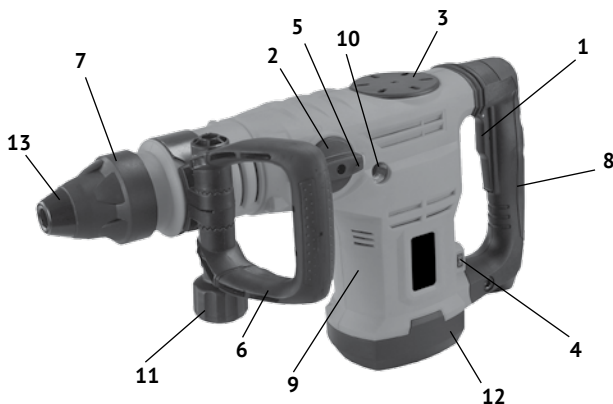

рис. 1
1.3 Основные узлы молотка (двигатель, редуктор и ударный механизм) расположены в пластиковом корпусе (рис.1 поз.9).
Крутящий момент с якоря электродвигателя, расположенного вертикально, через систему шестерён, передаётся на кривошипно-шатунный механизм. Кривошипно-шатунный механизм приводит в действие ударный узел молотка, и энергия удара передаётся на патрон. В зависимости от вида выполняемой работы, в патрон SDS – мах вставляется необходимая насадка (пика, долото) с соответствующим хвостовиком. Дополнительная рукоятка передняя (рис.1 поз.6) хомутом крепится на передней, цилиндрической части корпуса. Фиксируется рукоятка гайкой (рис.1 поз.11), в любом положении (от 0° до 360°), что удобно пользователю, как «правше», так и «левше».
1.4 Клавиша выключателя (рис.1 поз.1) расположена в передней части рукоятки (рис.1 поз.8), крепящейся к корпусу молотка (рис.1 поз.9) При необходимости, к корпусу молотка можно прикрутить боковую рукоятку (рис.1 поз.10), справа или слева.
Сверху, на корпусе молотка расположено окно смазки редуктора, закрытое крышкой (рис.1 поз.3). Перед каждым использованием инструмента, ключом (входит в комплект поставки) отвернуть крышку, проверить наличие смазки на кривошипно-шатунном механизме, при необходимости добавить из ёмкости, входящей в комплект.
Слева на корпусе редуктора молотка расположен переключатель режимов работы (рис.1 поз.2). Он фиксируется в одном из двух положений, отмеченных символами: «молоток» - долбление (без вращения) и «кружок» - стопор ствола. Нажав фиксатор (рис.1 поз.5) в торце ручки переключателя, поворотом ручки со стрелкой, совместить с нужным символом. Достигнув нужного положения, фиксатор возвращается в исходное положение, закрепляя ручку в выбранном положении.
В нижней части корпуса, со стороны рукоятки, расположен диск регулятора оборотов двигателя (рис.1 поз.4). Он регулирует скорость вращения якоря двигателя и частоту ударов рабочего инструмента.
Общий вид молотка представлен на рис. 1
При замене рабочих насадок следите за тем, чтобы колпачок (рис.1 поз.13), защищающий патрон от попадания пыли, не был повреждён.
- вращением гайки-фиксатора, ослабить хомут передней рукоятки (рис.1 поз.6);
- установить хомут на цилиндрическую часть корпуса молотка перед патроном (рис.1 поз.9);
Боковая дополнительная рукоятка, при необходимости, прикручивается в одно из двух отверстий (рис.1 поз.10) корпуса молотка.
В зависимости от обрабатываемого материала и установленного рабочего инструмента, регулятором (рис.1 поз.4) устанавливается необходимая частота ударов инструмента.
- при работе в режиме долбления, переключатель (рис.1 поз.2) в положении «молоток».
- при замене насадок в патроне переключатель (рис.1 поз.2) в положении «кружок» - стопор ствола патрона.
3.2 Для замены щёток необходимо открутить крышку корпуса молотка (рис.1 поз.12). Щётки следует заменять парой для обеспечения равной степени их давления на коллектор якоря.